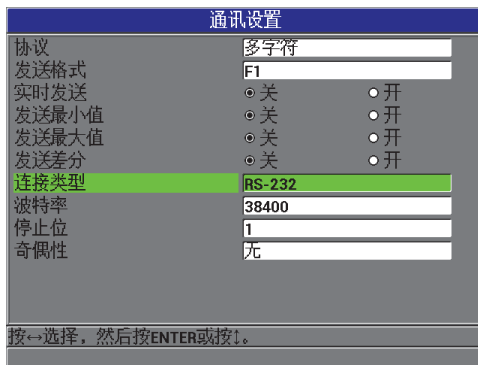

图 6-4 通讯设置屏幕 — RS-232
1. 在仪器显示测量屏幕时，按 [设置菜单] 键，然后选择**通讯**，以显示**通讯设置**屏幕（参见第 100 页的图 6-4）。